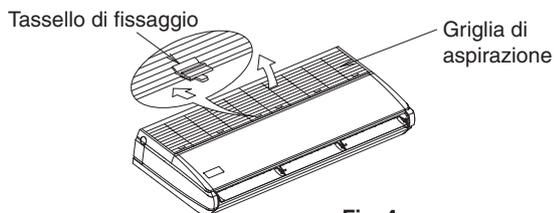

Fig. 4
- Spostare i tasselli di fissaggio della griglia di aspirazione (tipo 32: 2 punti per ciascuno, tipo 63, 100: 3 punti per ciascuno) all'indietro (come illustrato da una freccia) per aprire completamente la griglia di aspirazione. **(Fare riferimento alla Fig. 4)**